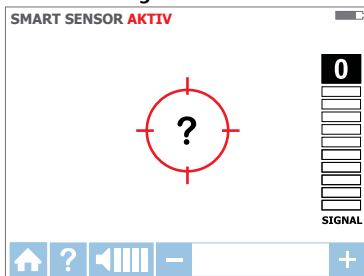

Abbildung 3.1d:
3. Halten Sie den Empfänger so, dass der SMART SENSOR™ auf den Zielbereich zeigt. Falls ein „?“ in einem roten Fadenkreuz blinkt, wurde kein Signal erkannt (Abbildung 3.1d). Bringen Sie den SMART SENSOR™ näher an den Zielbereich, bis das Signal erkannt wird und Sie einen Richtungspfeil sehen. Falls kein Signal erkannt werden sollte, erhöhen Sie die Empfindlichkeit mit der „+“-Taste am Empfänger.*